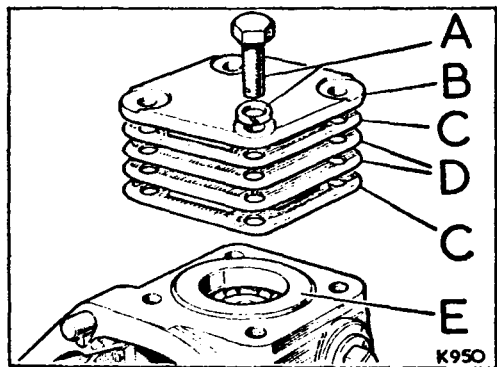

Fig. G1-58.- Tapa inferior de la caja de engranajes.
- 3.10.- Aplicar un compuesto sellador a los agujeros roscados de la caja, correspondientes a los tornillos, A (Fig. G1-58), de la tapa, B, y colocar ésta en unión de los suplementos, D y junta C. Téngase en cuenta que debe si tuarse una junta de papel a cada lado de los del conjunto de suplementos.